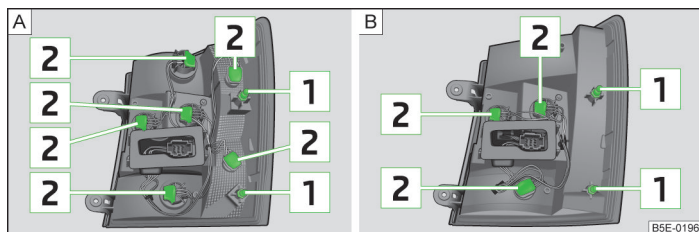

Fig. 235 Parte esterna delle luci: luci di base/luci con diodi LED
- Premere quindi con cautela le luci di retromarcia nella carrozzeria, in maniera tale che i dadi [1] » fig. 235 a pagina 275 vadano a inserirsi negli alloggiamenti previsti nella carrozzeria stessa » .
- Ruotare il portalampada **2** » fig. 235 in **senso antiorario** ed estrarlo dal supporto.